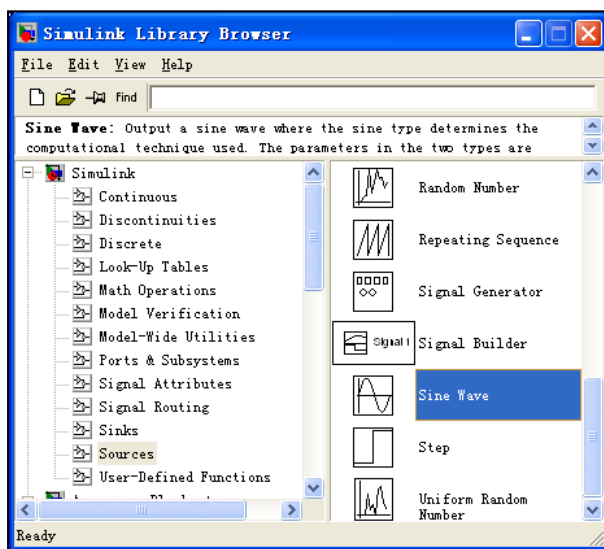

图 7.2 Simulink 界面
(2) 单击工具栏上的  图标或选择菜单“File”——“New”——“Model”，新建一个名为“untitled”的空白模型窗口。
(3) 在上图的右侧子模块窗口中，单击“Source”子模块库前的“+”(或双击 Source)，或者直接在左侧模块和工具箱栏单击 Simulink 下的 Source 子模块库，便可看到各种输入源模块。
(4) 用鼠标单击所需要的输入信号源模块“Sine Wave”(正弦信号)，将其拖放到的空白模型窗口“untitled”，则“Sine Wave”模块就被添加到 untitled 窗口；也可以用鼠标选中“Sine Wave”模块，单击鼠标右键，在快捷菜单中选择“add to 'untitled'”命令，就可以将“Sine Wave”模块添加到 untitled 窗口，如图 7.2 所示。